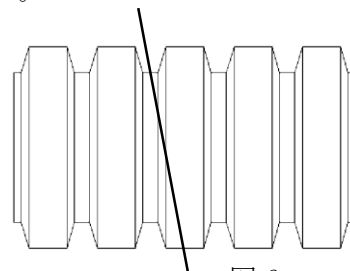

図 6
- ・コルゲートを切断する際は、谷部で垂直に切断するように心掛けて下さい。(最悪図 6 の様に、1つ山切りまで可とします。)